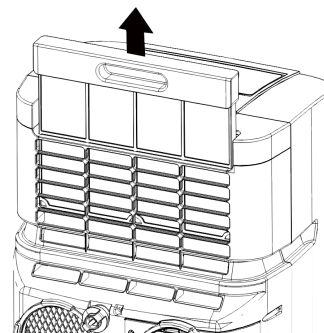

Fig. 1a
1. Pull up the pre-filter frame (Fig. 1a)